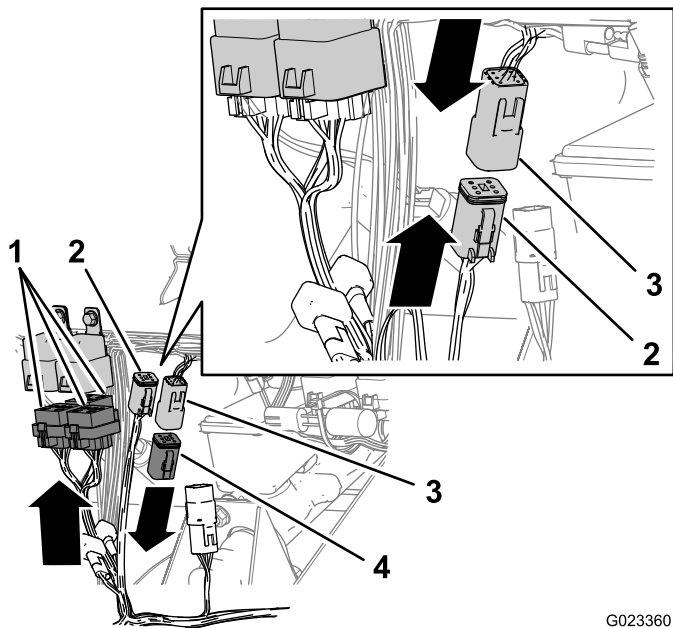

図 23
1. ワイヤハーネスのうち、5ソケットコネクタが3つついている枝線 図 23を、6リレーを取り付ける。(ページ7)で取り付けたりレーのところまで敷設する。
2. 5ソケットコネクタをリレーに接続する 図 23。
3. ハンドスロットルのアップ回路用6ピンコネクタについている抵抗を外す 図 23。
4. 車両用ハーネスのハンドスロットル用プルアップ回路用6ピンコネクタを、ハンドスロットルのプルアップ回路用の6ソケットコネクタに接続する 図 23。